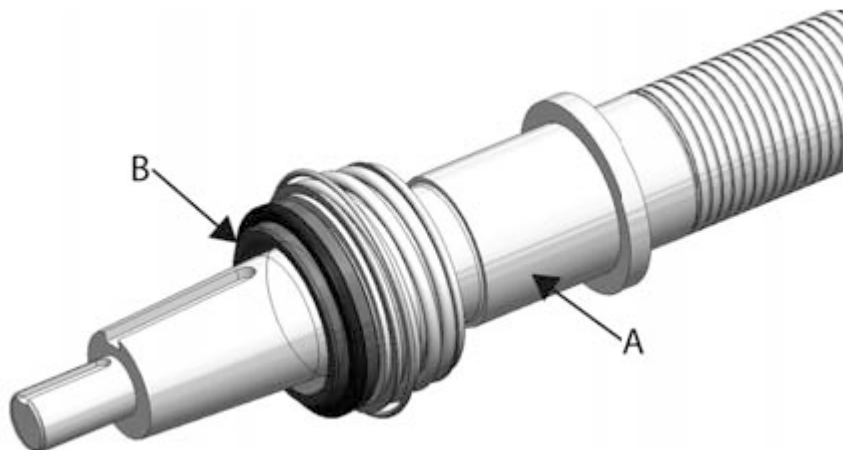

Figura 15. Montaggio della tenuta meccanica
1. Montare la tenuta meccanica facendo attenzione a non danneggiare le superfici di contatto (figura 15, punto B). Se la tenuta è montata in modo inclinato si possono causare danni alla superficie dell'albero.
- 1.3. Lubrificare il soffietto in gomma (figura 15, punto A).